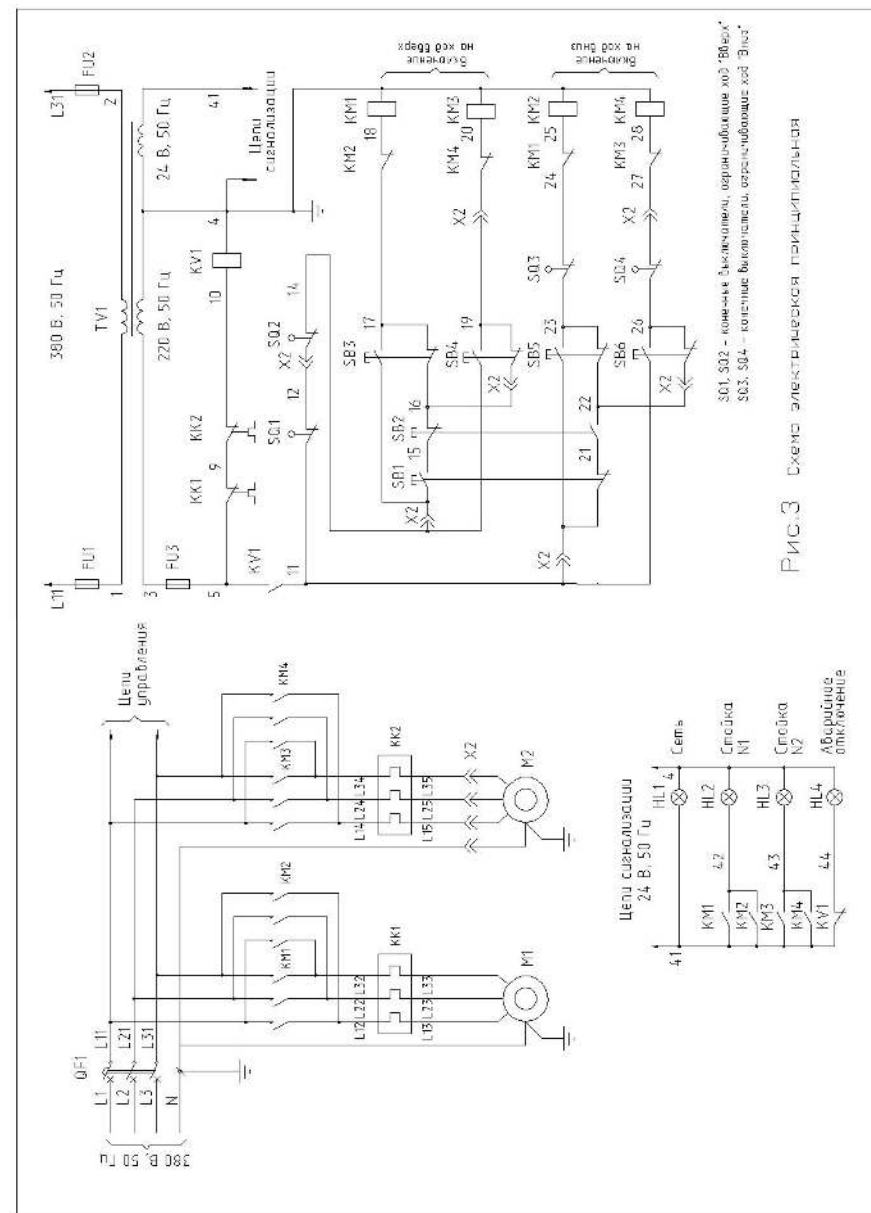

Рис.3 Схема электрическая принципиальная
4.3. Описание работы схемы электрической (см. Рис. 3).